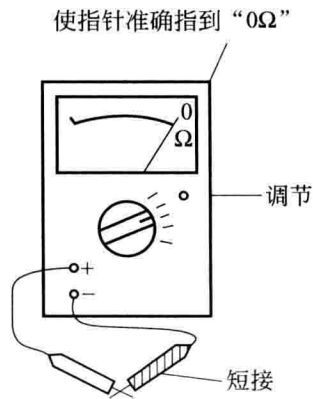

图 1-6 万用表调零
③ 正确读数。在标有符号“—”或“DC”的刻度线上读取读数。
① 转换开关旋至“Ω”挡位，正确选择量程，即尽量使指针指在刻度线的中间部分（该挡的欧姆中心值）。若不知被测电阻大小时，可选择高档位试测一下，然后选取合适的挡位。
② 调节零点。测量前应首先进行调零，即将两表笔短接，调节“Ω”调零旋钮，使指针准确指在“0Ω”刻度线上，如图 1-6 所示。每次换挡后必须调零，如不能调节至欧姆零位，则说明电池电压太低，已不符合要求，应及时更换电池。
③ 测量。将表笔接于被测电阻两端，被测对象不能有并联支路，当被测线路有并联支路时，测得的电阻值不是该电路的实际值，而是某一等效电阻值。尤其测量大电阻时，不能同时用两手接触测试棒的导电部分，以免影响测量结果。
④ 正确读数。在标有“Ω”符号的刻度线上读取数据再乘以转换开关所在挡位的倍率。即：